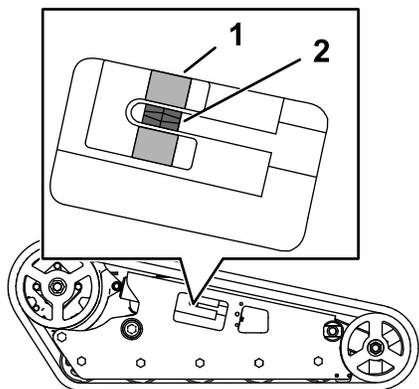

Рисунок 56
Убедитесь, что натяжной блок совмещен с зеленой направляющей на наклейке или что этот блок расположен на расстоянии 1,3 см от задней кромки паза натяжной трубки (Рисунок 56). Если это не так, отрегулируйте натяжение гусеницы, используя следующую процедуру:
4. Используя ключ с храповым механизмом на ½ дюйма, поворачивайте натяжной винт против часовой стрелки до совмещения натяжного блока с зеленой направляющей на наклейке или до тех пор, пока он не будет на расстоянии 1,3 см от задней кромки паза натяжной трубки (Рисунок 56).
8. Убедитесь в том, что натяжной блок находится в пределах зеленой направляющей на наклейке или что он расположен на расстоянии 1,3 см от задней кромки натяжной трубки на обеих гусеницах (Рисунок 56). При необходимости произведите регулировку.